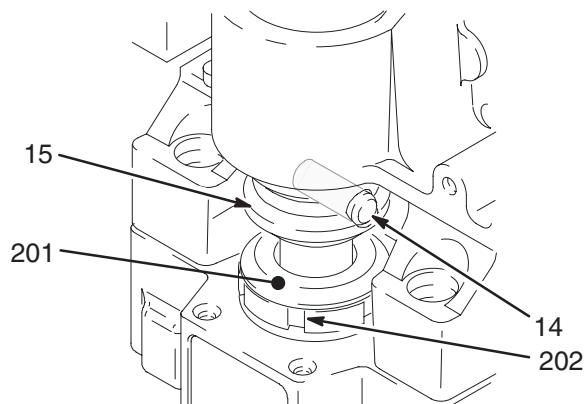

Fig. 9
S'assurer que le ressort de maintien (18) est solidement en place sur toute la longueur de la gorge pour éviter que la goupille (14) ne se desserre. Voir Fig. 9.